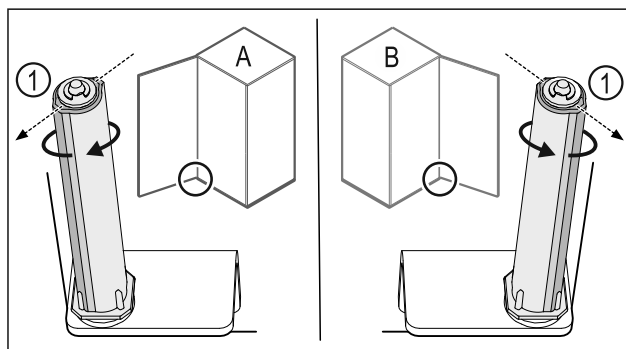

Fig. 40 Отваряне наляво (A) / отваряне надясно (B)
- ▶ Въртете затварящата система срещу съпротивлението, докато ребро на затварящата система Fig. 40 (1) сочи навън.